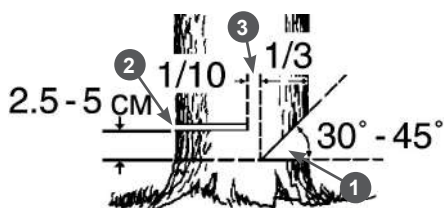

Рис. 10 Расположение запила, пропила и недопила
7. Начните пилить с той стороны дерева, куда оно должно упасть (Рис. 10). Сделайте запил 1 с той стороны, куда должно упасть дерево, глубиной примерно $\frac{1}{3}$ диаметра ствола и под углом от 30 до 45 градусов (Рис. 10). В начале пиления первым должен коснуться дерева зубчатый упор. Затем, используя зубчатый упор в качестве точки вращения, вращением электропилы погружайте шину с движущейся цепью в древесину. При спиливании крупных деревьев перестановку упора делают несколько раз.
8. Сделайте основной валочный пропил 2 с противоположной стороны, выше основания запила на 2,5-5 см. Между основным пропилом и запилом должен оставаться недопил 3 равный примерно $\frac{1}{10}$ диаметра ствола. Вставьте своевременно клин в пропил. Недопил 3 действует как шарнир и позволяет контролировать падение дерева (Рис. 10).
Ни в коем случае не допиливать до конца недопил 3 (Рис. 10), так как при этом невозможно контролировать направление падения дерева.